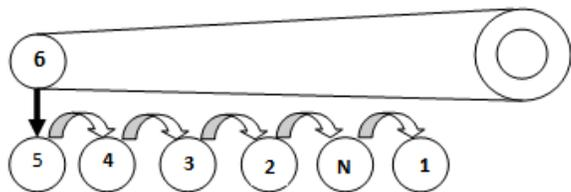

Figura 12. Passaggio a una marcia inferiore.
- Premere la leva verso il basso per passare alla marcia inferiore successiva. Vedere la figura 12.